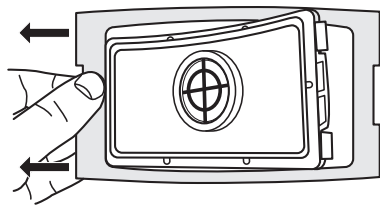

Fig. 7b
2. Installer soigneusement le joint d'étanchéité périphérique de filtre autour du filtre (Fig. 7b).